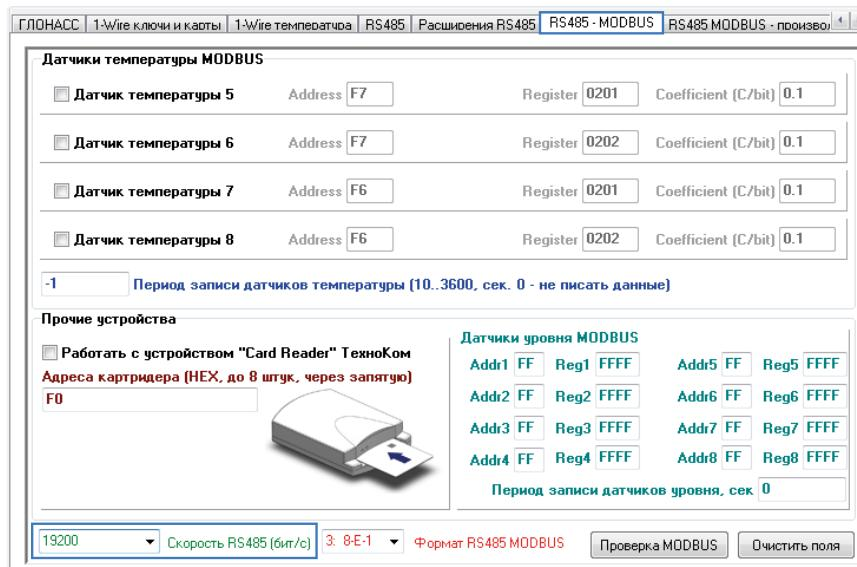

Рис.33. Настройка скорости шины RS-485 контроллера «АвтоГРАФ».
- перейдите на вкладку «RS485-MODBUS», затем настройте «Скорость RS485 (бит/с)» и (**Рис.33**). В контроллере автоматически используется формат 8-N-1 для протокола AGHIP. **Скорости и форматы шин RS-485 (RS-485-1)** контроллера «АвтоГРАФ» и датчиков «TKAM», подключенных к контроллеру, должны быть согласованы.